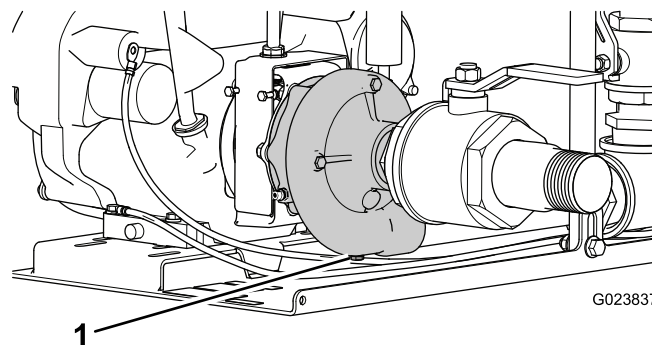

Figura 18
4. Spurgate eventuale fluido residuo dalla pompa rimuovendo il tappo di spurgo nella parte inferiore della pompa (Figura 18).